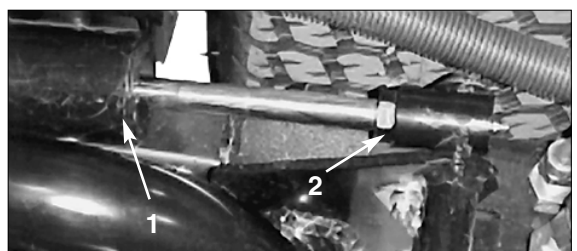

Figure 5
3. Mettez le moteur en marche, relevez les unités de coupe et vérifiez si l'écartement entre la bande d'usure en haut de la barre d'usure de l'unité de coupe et la bande de pare-chocs est compris entre 0,51 et 2,54 mm (Fig. 4). Si ce n'est pas le cas, réglez le cylindre arrière pour obtenir l'écartement voulu. Pour régler le cylindre, abaissez les unités de coupe et reculez l'écrou de blocage sur le cylindre (Fig. 5). Maintenez la tige du cylindre près de l'écrou à l'aide d'une pince et tournez la tige. Relevez les unités de coupe et vérifiez l'écartement. Répétez la procédure au besoin. Serrez l'écrou de blocage de la chape.